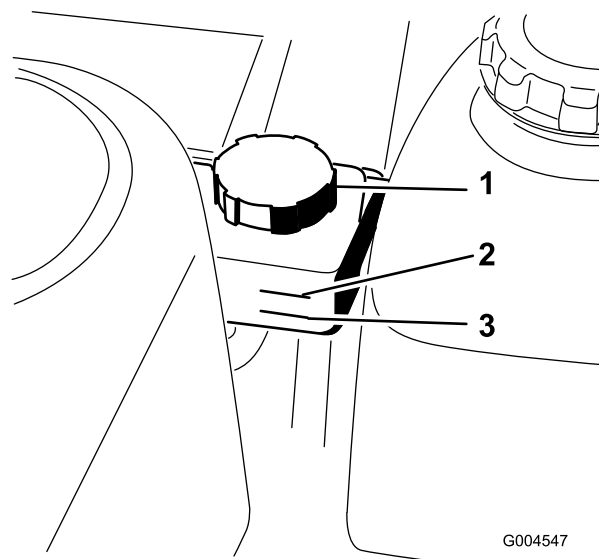

Figure 49
Remarque: Le niveau de l'huile hydraulique se contrôle de deux manières : quand l'huile est chaude et quand elle est froide. Le réservoir a 2 niveaux différents selon que l'huile est chaude ou froide (Figure 49).
2. Nettoyez la surface autour du réservoir hydraulique (Figure 49).
5. S'il est nécessaire de rectifier le niveau, retirez le bouchon du goulot de remplissage (Figure 49).
8. Ajoutez de l'huile jusqu'à ce qu'elle atteigne le repère "froid" sur le réservoir hydraulique (Figure 49).